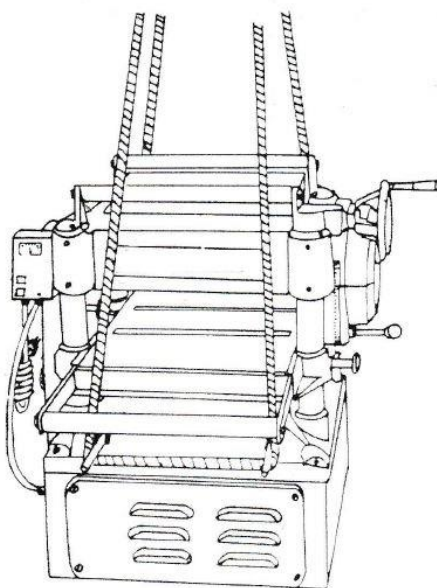

Рис. 6 Схема транспортировки станка
Поднимая станок, вилы погрузчика или стропы необходимо располагать под четырьмя подъемными рукоятками, см. Рис. 5 и Рис. 6.
6.2.2 Если для подъема станка используется какой-либо тип строп, то обязательно прикрепляйте их только к подъемным ручкам. Убедитесь, что при подъеме станок находится в горизонтальном положении, как показано на Рис. 6.